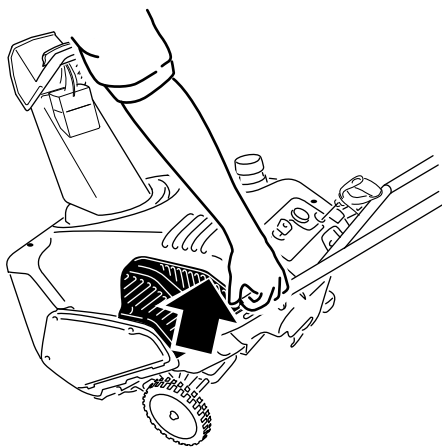

Bild 29
4. Heben Sie die Haube hinten links an und ziehen Sie das Auspuffrohr nach unten und aus dem Motorraum (Bild 29).